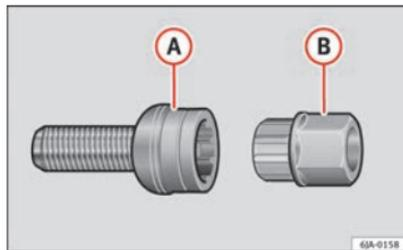

Abb. 141 Sicherheitsradschraube mit Adapter
- Stecken Sie den Adapter **(B)** ⇒ Abb. 141 mit seiner verzahnten Seite bis zum Anschlag so in die innere Verzahnung der Sicherheitsradschraube **(A)**, dass nur noch der äußere Sechskant herausragt.